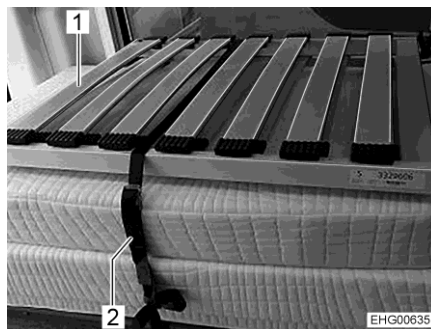

Fig. 48 Letto in coda (posizione di trasporto)
- Staccare la cintura di ritegno (Fig. 48,2).
- Posare le reti dei letti (Fig. 48,1) una dopo l'altra sopra il corridoio centrale (sulle barre dell'armadio in basso).
- Impilare i cuscini e le reti dei letti, come illustrato nella Fig. 48, sull'armadio in basso a sinistra.
- Fissare i cuscini e le reti dei letti con la cintura di ritegno (Fig. 48,2). A tale scopo, infilare la cintura di ritegno negli occhielli previsti e avvolgerla intorno ai cuscini e alle reti dei letti.